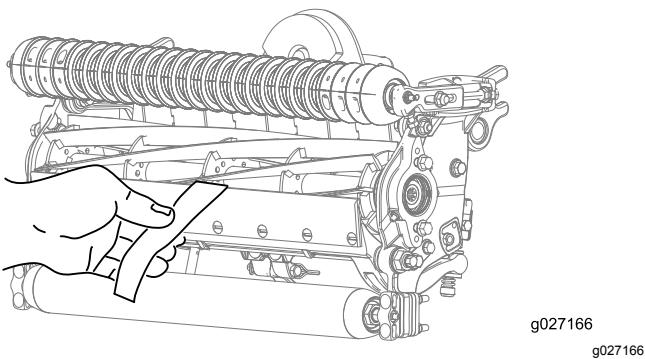

Figure 10
12. Contrôlez la performance de coupe en insérant une longue bande de papier de performance de coupe entre le cylindre et la contre-lame, perpendiculairement à la contre-lame (**Figure 10**). Faites tourner **lentement** le cylindre en avant ; il devrait couper le papier.